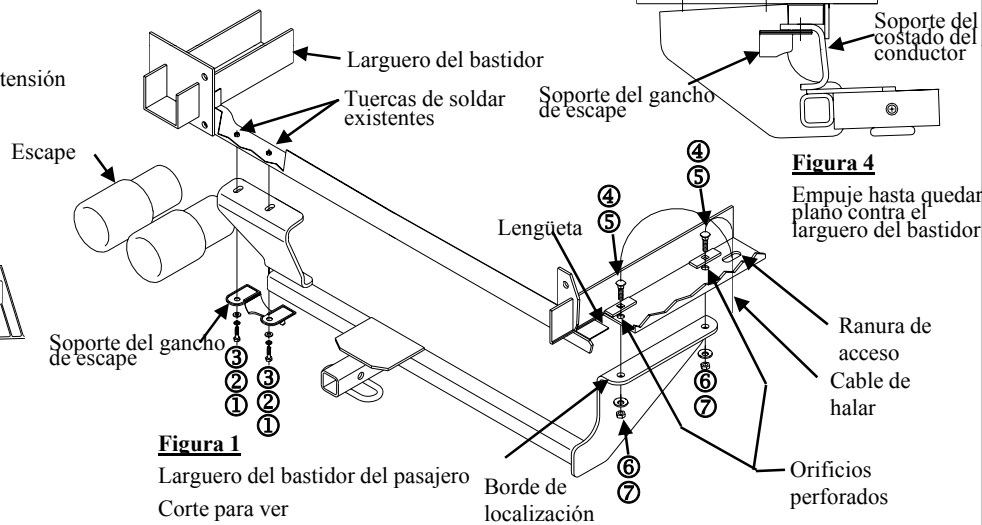

Figura 1
①	Cant. (2)	Perno M8 X 1.25 X 40	⑤	Cant. (2)	Bloque 1/4 X 1 X 3
②	Cant. (2)	Arandela de bloqueo	⑥	Cant. (2)	Arandela cónica
③	Cant. (2)	Arandela plana	⑦	Cant. (2)	Tuerca 7/16-14
④	Cant. (2)	Perno de carruaje 7/16-14 X 1.25
1. Retire la placa protectora que cubre el larguero del bastidor del costado del pasajero del vehículo quitando los (5) tornillos Torx. Devuelva la cubierta de la placa protectora plástica y los tornillos al propietario del vehículo.
2. Retire los dos pernos del soporte del gancho de escape como se muestra en la **Figura 1** para bajar el escape. Devuelva los pernos al propietario.